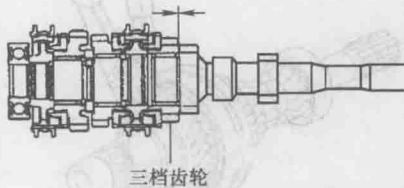

图 1-16 检测三档齿轮轴向间隙
16) 用塞尺检测三档齿轮轴向间隙, 标准值为  $0.1 \sim 0.35\text{mm}$ , 如图 1-16 所示。